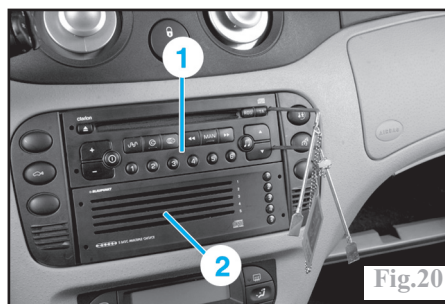

Fig.20
- l'autoradio (1), à l'aide de l'outil spécifique (Fig.20).
- si équipé, le changeur cd (2) ou le vide poches.